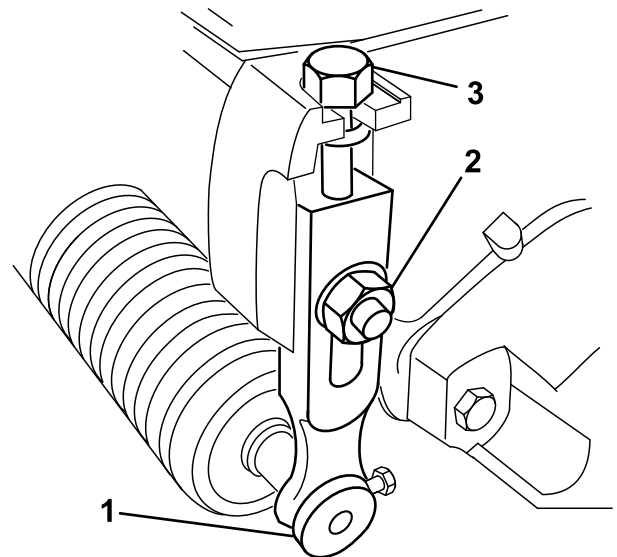

Figura 15
1. Afloje las contratuercas que sujetan los brazos de la altura de corte a las chapas laterales de la unidad de corte (Figura 15).